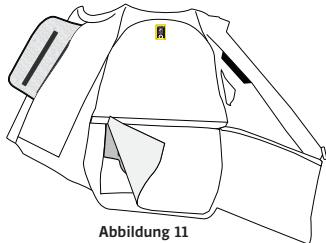

Abbildung 11
- Öffnen Sie die Airbagtaschen im Innenteil der Weste, indem Sie den Reißverschluss und die Klettverschlüsse aufraffen (Abbildung 11).